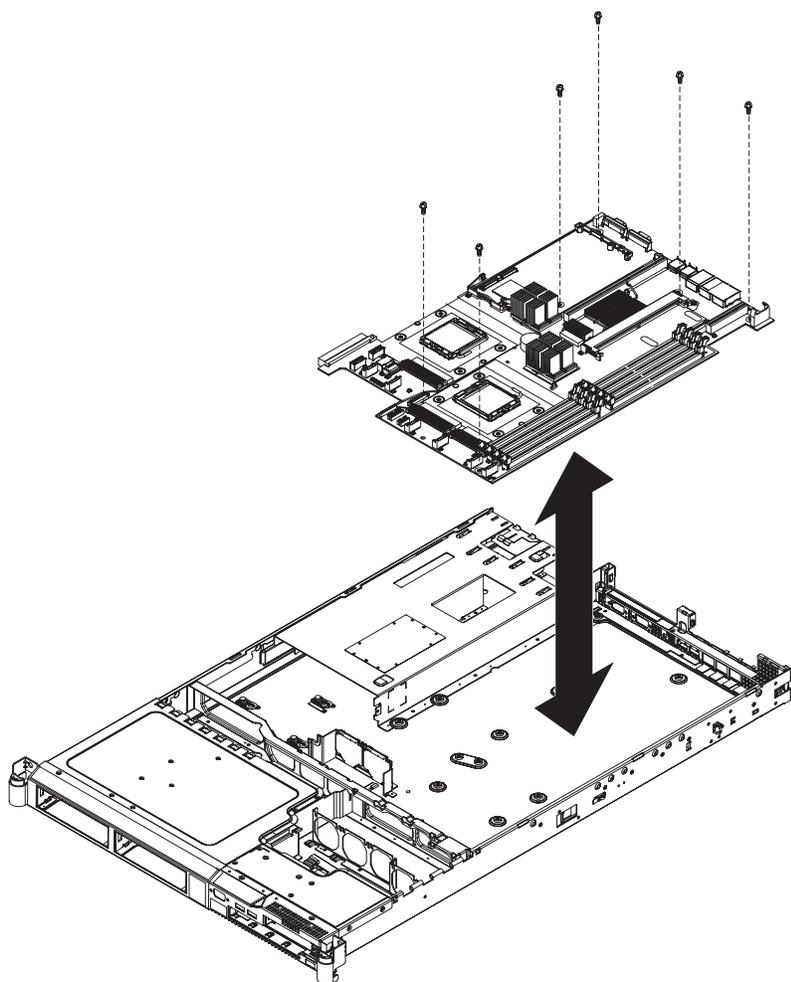

図 286. SAN ボリューム・コントローラー 2145-8G4 システム・ボードを固定するねじの配置
19. システム・ボードをシャーシに固定しているシステム・ボード上の 6 個のねじを取り外します (図 286 を参照)。